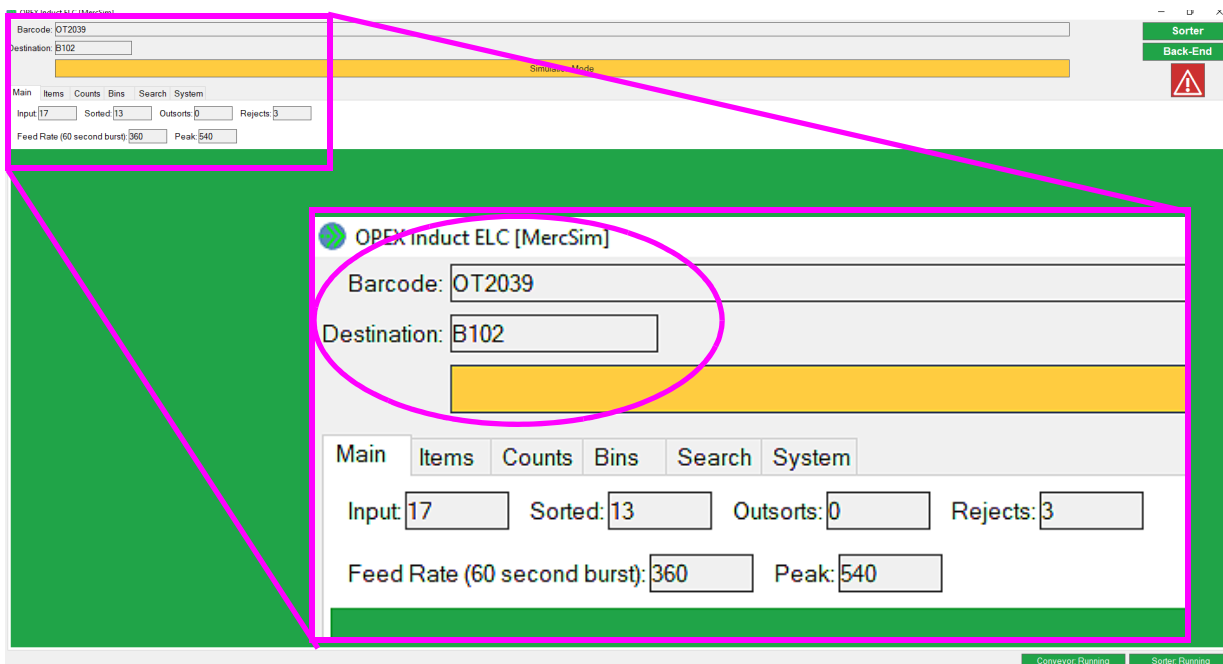

図 4-32: 容器宛先スキャン物品
4. 物品がスキャンされると、Induct ELCはそのピースの容器割り当てを受け取り、ソフトウェアはiBOTに配送容器の宛先（144 ページの図 4-32）を通知します。